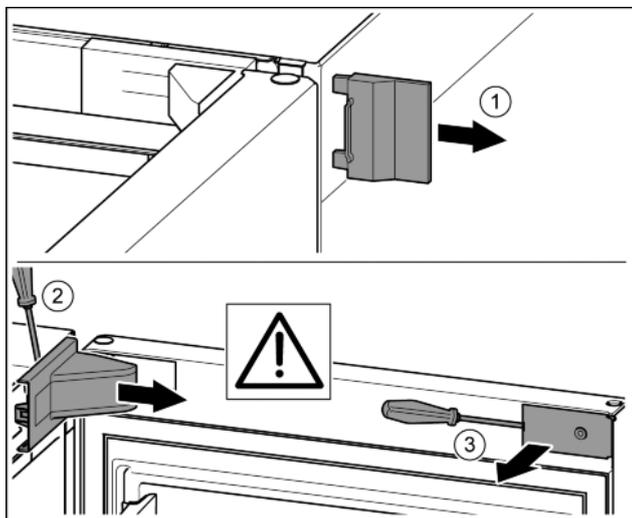

Fig. 8
- ▶ Retirer le cache extérieur. Fig. 8 (1)
- ▶ Débloquer le cache du support de palier à l'aide d'un tournevis et le libérer. Retirer le cache du support de palier. Fig. 8 (2)
- ▶ Dégager le cache avec le tournevis et l'incliner sur le côté. Fig. 8 (3)